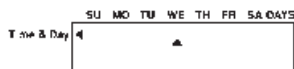

Abb.12
2. Drücken Sie **↓↑** bis der aktuelle Tag im Display erscheint (Abb. 12).